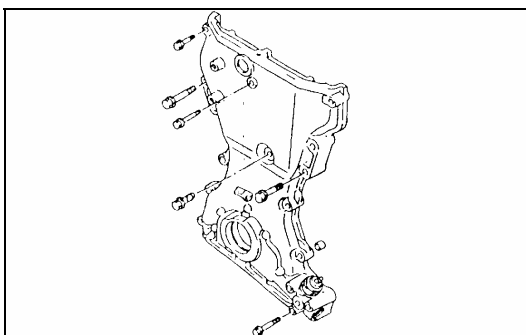

Рис. 4-32.
- 6). Открутить болт на кожухе цепного привода синхронизации в сборе. Снять кожух цепного привода синхронизации в сборе, Рис. 4-32.